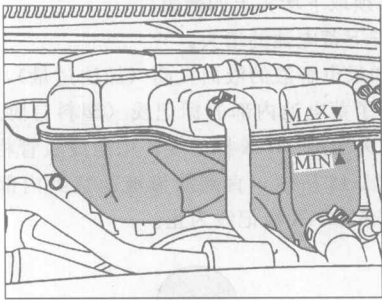

图 1-17 检查冷却液液面高度，必要时加注冷却液
(1) 请您在发动机为冷机时检查补偿罐中的冷却液液面高度，如图 1-17 所示。